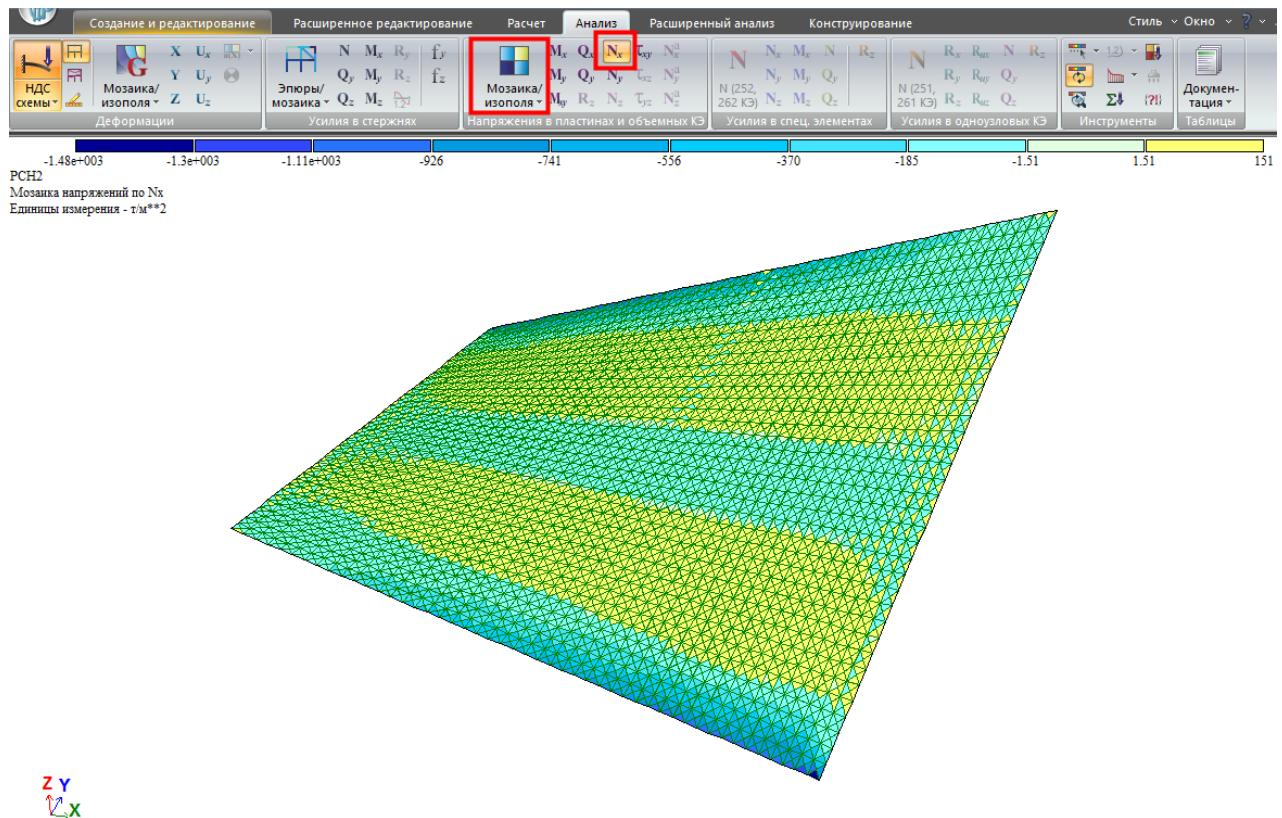

Рис.10.4. Мозаика напряжений N_x
- Для отображения мозаики напряжений по Nx, щелкните по кнопке – Мозаика напряжений по Nx (панель Напряжения в пластинах и объемных КЭ на вкладке Анализ) (рис.10.4).